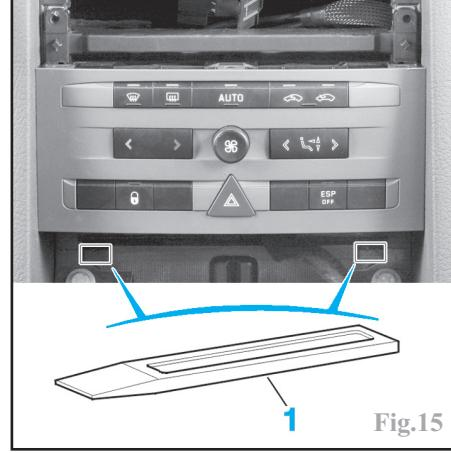

Fig.15
-la platine de commande de climatisation en la déclipant à l'aide de l'outil [1] (Fig.15).